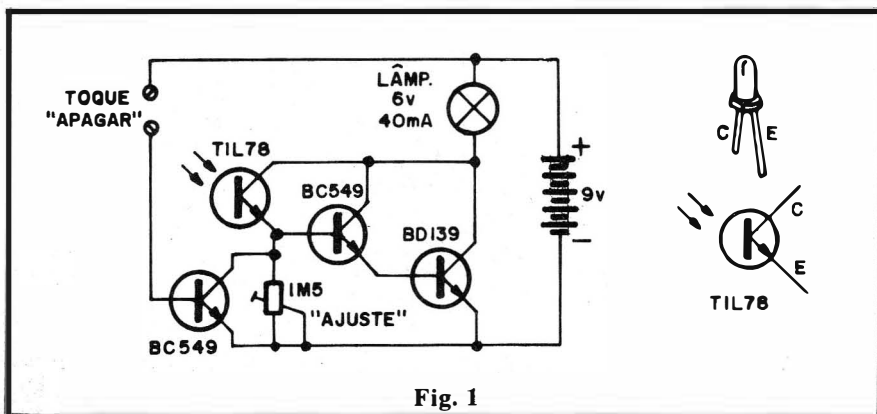

Fig. 1
- **FIG. 1** - "Esquema" do circuito da LAMA. O foto-transistor TIL78, o segundo BC549 e o BD139 formam um poderoso amplificador, num arranjo "tri-Darlington" de elevadíssimo ga-
lâmpada/foto-transistor, a lâmpada acende, assumindo, daí para a frente, o papel de "excitadora luminosa" do foto-transistor! Com isso o **fósforo** que "disparou" o processo pode ser removido ou apagado, que o circuito se manterá na condição, já que a luz necessária ao seu funcionamento é proveniente do seu próprio funcionamento! Para simular o "apagamento com um sopro" existem dois contatos "secrets" (toque "apagar") formados por desprentiosos parafusos que, ao serem "curto-circuitados" pela resistência da pele de um dedo do operador, permitem a passagem de corrente de polarização de base para o **primeiro** BC549, o qual entrando em condução, "aterra" o terminal de **base** do segundo BC549, "cortando" este transistor e, consequentemente, "cortando" também o BD139, promovendo assim o "apagamento" da lâmpada controlada! Assim que esta se apaga, deixa de incidir luminosidade mais intensa sobre o TIL78, com o que todo o circuito se coloca na condição de "desativado", aguardando novo "acendimento mágico" por um **fósforo**... O **trim-pot** de 1M5 em paralelo com o primeiro BC549 permite um ajuste de sensibilidade capaz de adequar o funcionamento da LAMA a qualquer condição de luminosidade ambiente normal (explicações sobre esse fácil ajuste, mais à frente...). Ainda na FIG. 1 temos a aparência e o símbolo do foto-transistor TIL78, devendo o Leitor notar que o componente se parece **muito** com um